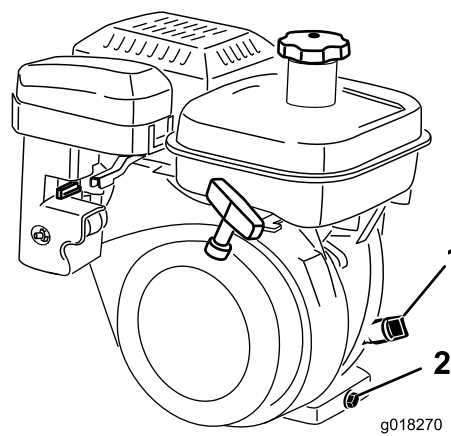

Figure 30
2. Positionnez la machine de sorte que le moteur soit de niveau et nettoyez la surface autour de la jauge d'huile (Figure 30).
3. Dévissez la jauge et retirez-la (Figure 30).
5. Sortez de nouveau la jauge et vérifiez le niveau d'huile. Si le niveau est trop bas, ajoutez suffisamment d'huile pour le faire monter entre les repères « H » et « L » sur la jauge (Figure 30).
2. Placez un bac de vidange sous le bouchon de vidange à l'arrière de la machine (Figure 30).